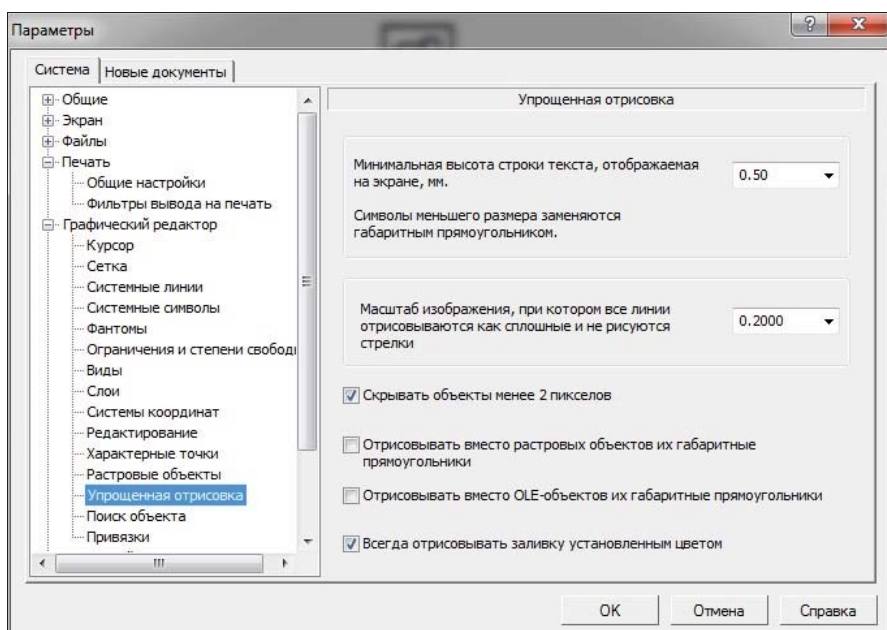

Рис. 17.11. Диалоговое окно Параметры с открытой панелью Упрощенная отрисовка
- ◆ щелкните ЛК мыши по пункту **Упрощенная отрисовка**. В правой части появилась панель **Упрощенная отрисовка** (рис. 17.11). На ней можно установить параметры упрощенного изображения объектов на экране. Упрощенная отрисовка применяется, когда текущий масштаб изображения становится слишком мелким для детального показа документа. По умолчанию включены опции **Скрывать объекты менее 2 пикселей** и **Всегда отрисовывать заливку установленным цветом**;